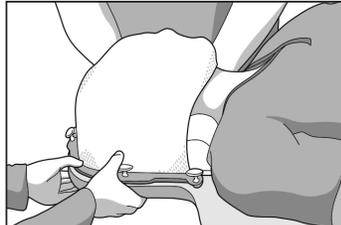

Fig. 3
5. Estire el termoplástico en dirección superior de 15 a 20 cm (de 6 a 8 pulg.) y vuélvalo a colocar sobre el dispositivo (Fig. 3).